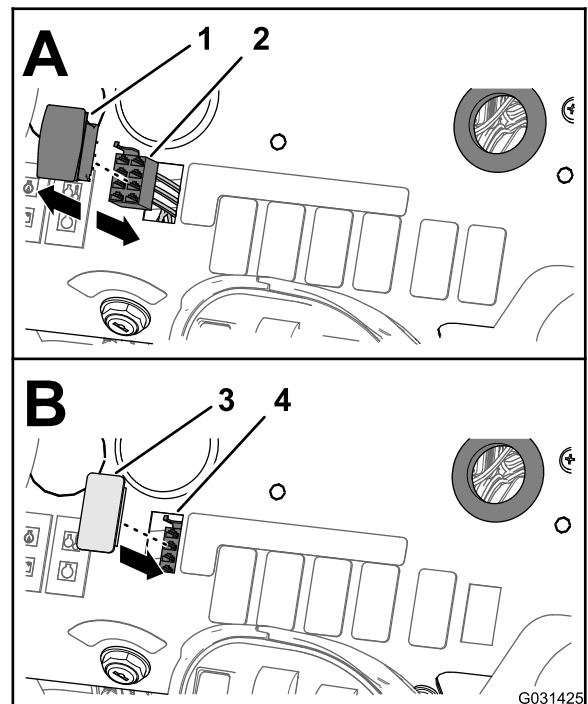

Figure 30
1. Sous la planche de bord de la machine, pincez les languettes de verrouillage de l'interrupteur de régulation de débit et poussez celui-ci hors de la planche de bord (Figure 30).
2. Débranchez le connecteur à 8 douilles du faisceau avant de la machine (identifié par « **Rate Switch** ») du connecteur à 8 broches de l'interrupteur (Figure 30).
4. Placez le cache d'interrupteur en face de l'ouverture dans la planche de bord occupée par l'interrupteur de débit précédemment (Figure 30).
5. Insérez le cache dans la planche de bord jusqu'à ce qu'il s'enclenche solidement dedans (Figure 30).